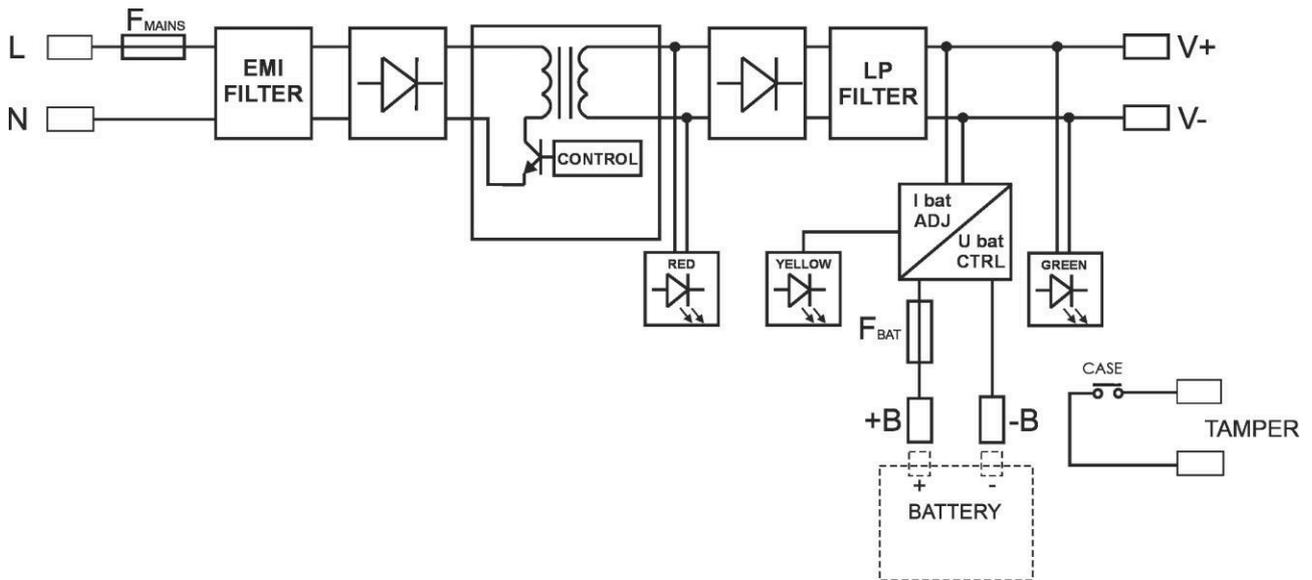

Abb.1. Blockschaltbild des Netzteils.
1.2. Blockschaltbild (Abb. 1).